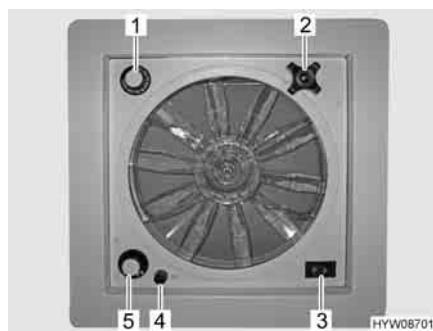

Fig. 70 Oblò con ventilatore
- Un fusibile da 4 A (Fig. 70,4) protegge da sovraccarico il motore del ventilatore. Se si verifica un sovraccarico: Individuare per prima cosa la causa (ad es. il ventilatore è sporco), poi sostituire il fusibile.
- Apertura oblò:* ■ Ruotare la maniglia girevole (Fig. 70,2), finché non si raggiunge l'angolo di apertura desiderato.
- Aerazione/sfiato:* ■ Portare l'interruttore a levetta (Fig. 70,3) su "Aerazione" (flusso d'aria dall'esterno verso l'interno) o "Sfiato" (flusso d'aria dall'interno verso l'esterno).
- Portare l'interruttore a levetta (Fig. 70,3) sulla posizione centrale.
- Posizionare l'interruttore girevole (Fig. 70,5) sul grado desiderato:
- Ruotare il termostato (Fig. 70,1) fino alla battuta in direzione "blu".